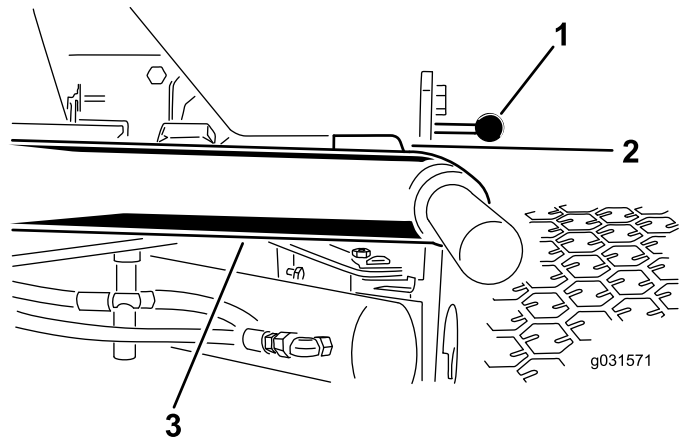

Bild 10
1. Lassen Sie den Motor an, heben die Mähwerke an und vergewissern Sie sich, dass der Abstand zwischen jedem Hubarm und der Halterung der Bodenplatte zwischen 5 mm und 8 mm liegt, siehe (Bild 10).